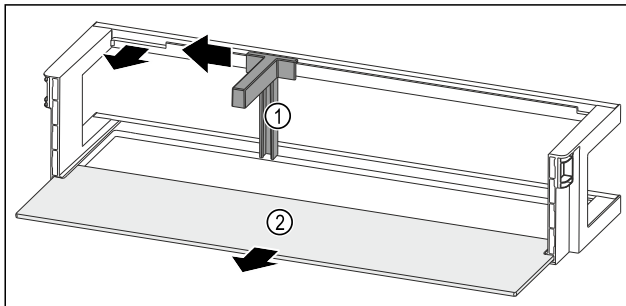

Fig. 82 Türabsteller mit Flaschenhalter und Abstellfläche
- Flaschenhalter Fig. 82 (1) bis zur Aussparung zur Seite schieben.
- Flaschenhalter Fig. 82 (1) entnehmen.
- Abstellfläche Fig. 82 (2) entnehmen.